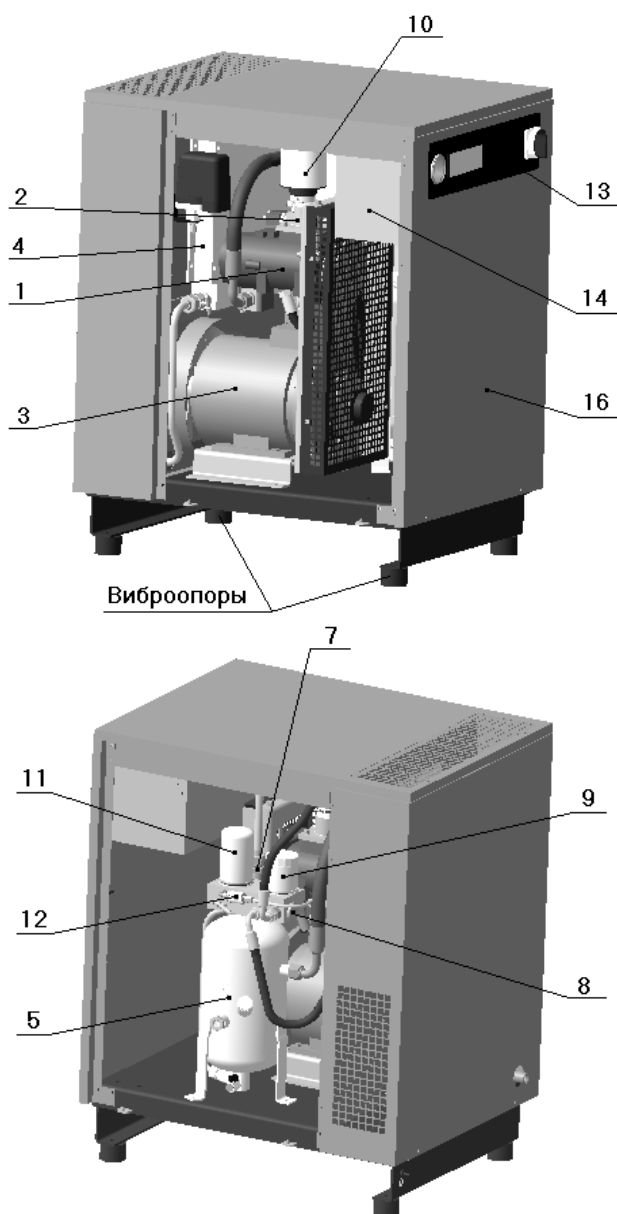
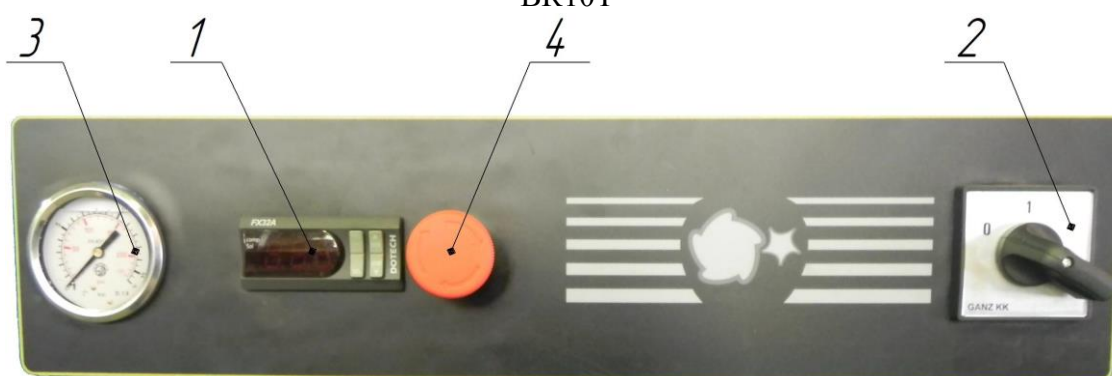
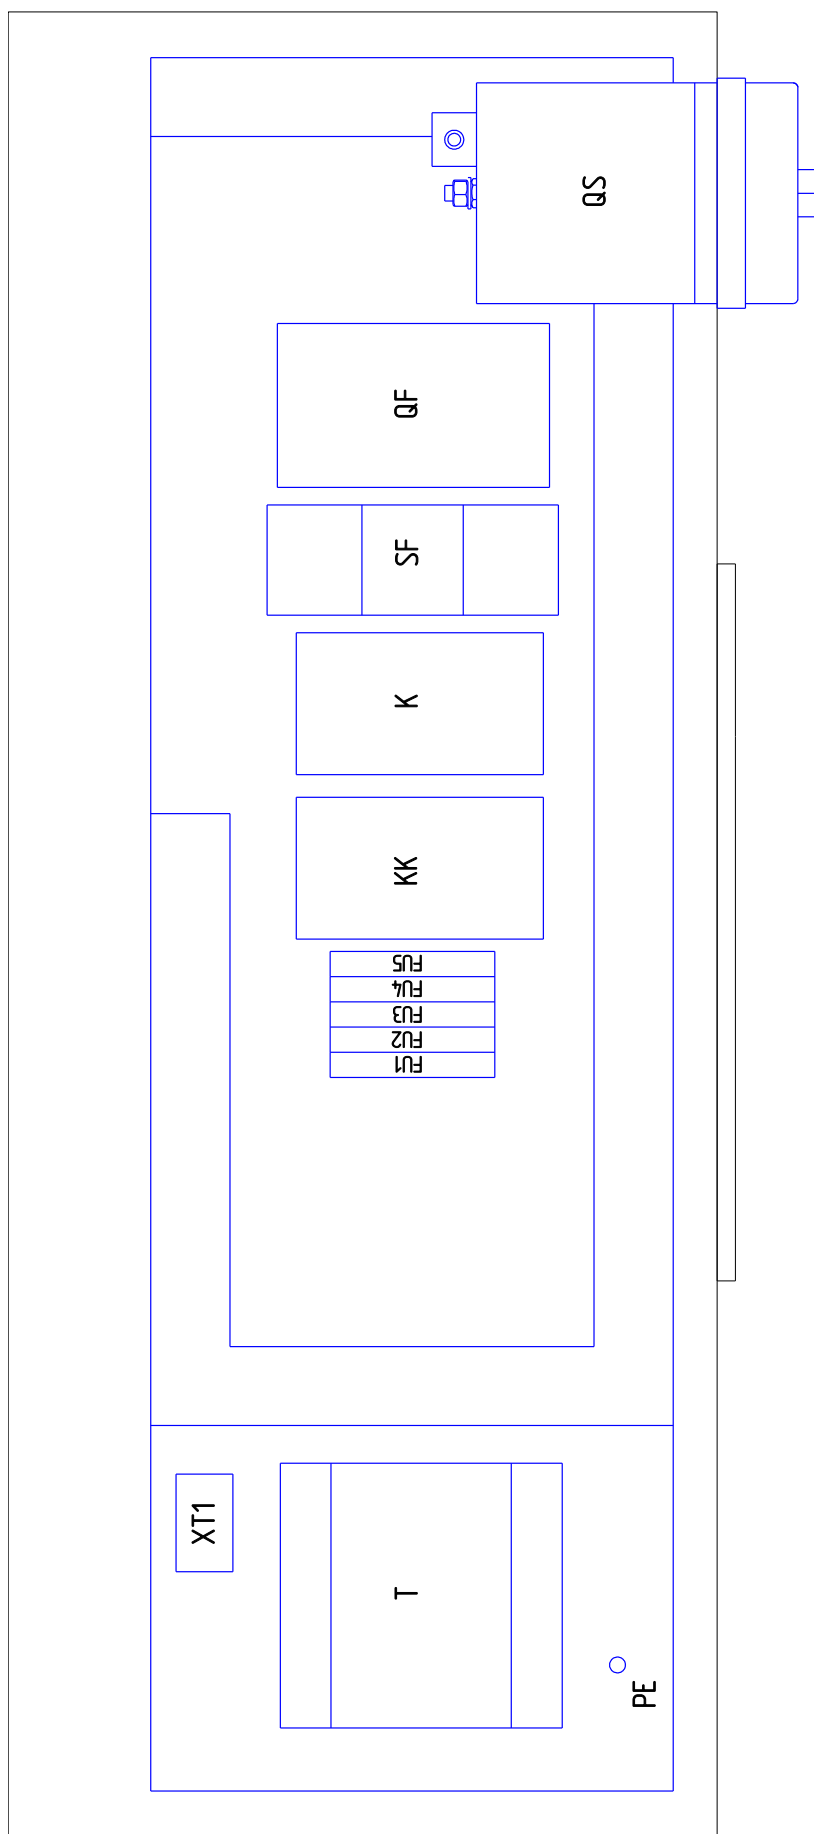

Рисунок 1 – Общий вид компрессорной установки ВК5Т-..., ВК7Т-..., ВК10Т-...
Рисунок 5
Рисунок 6 – Блок-схема платы монтажной BK5T, BK7T, BK10T
1 – Винтовой блок предназначен для выработки сжатого воздуха. Винтовые блоки, применяемые в компрессорных установках, приведены в таблице 3 (см. рисунок 1 или 2). В корпусе винтового блока расположены: винтовая группа, пропускные каналы для воздуха и масла, присоединительные фланцы.
2 – Клапан всасывающий (см. рисунок 1 или 3) воздушный выполняет функцию подачи воздуха в камеру сжатия и предотвращения выброса наружу сжатого воздуха и масла в момент останова установки при любом давлении подачи сжатого воздуха. Переключение клапана всасывающего в режим "ЗАГРУЗКА" или "ХОЛОСТОЙ ХОД" осуществляется при помощи клапана электромагнитного, который управляется программируемым контроллером от сигнала датчика давления.
3 – Электродвигатель (см. рисунок 1 или 2) предназначен для привода винтового блока.
4 – Воздушно-масляный радиатор (см. рисунок 1 или 2) односекционный выполняет функции охлаждения. Радиатор охлаждается проходящим через него потоком воздуха, который нагнетается вентилятором, установленным на втором конце вала электродвигателя привода установки.
5 – Маслосборник (см. рисунок 1 или 3) выполняет следующие функции:
7 – Клапан минимального давления (см. рисунок 1 или 3), установленный на линии нагнетания, предназначен для поддержания минимального давления в пределах 0,2...0,4 МПа внутри установки до тех пор, пока давление в распределительной сети не уравнивается с давлением внутри установки. Одновременно этот клапан выполняет функцию обратного клапана, блокируя установку от распределительной сети во время ее останова или работы на холостом ходу.
8 – Термостат (см. рисунок 1 или 3) состоит из запорного плунжера и термочувствительного глицеринового элемента, изменяющего направление потока масла в зависимости от температуры и смонтирован в корпусе, на котором также установлен фильтр масляный.
9 – Фильтр масляный (см. рисунок 1 или 3) неразборный изготовлен в металлическом корпусе. Он расположен в контуре смазки и предотвращает попадание твердых частиц на рабочие поверхности винтов и подшипников. Его замена необходима после выработки часов, указанных в разделе "ТО", а частота замены напрямую зависит от технического обслуживания воздушного фильтра и от качества масла.
10 – Фильтр воздушный (см. рисунок 1 или 2) впускной открытого типа. Функция воздушного фильтра - предотвращение попадания загрязняющих частиц в зону винтовой группы и систему смазки. Некачественное обслуживание воздушного фильтра приводит к уменьшению срока службы блока винтового.
11 – Фильтр-маслоотделитель (сепаратор) (см. рисунок 1 или 3) завершает операцию отделения масла от сжатого воздуха и обеспечивает остаточное содержание масла в сжатом воздухе не более 3 мг/м^3 . Пропускная способность фильтра-маслоотделителя зависит от качества масла и его рабочей температуры.
12 – Визуализатор возврата масла (см. рисунок 1 или 3) предназначен для визуальной оценки количества масла на возврате из фильтра-маслоотделителя. Масло, отделенное фильтром-маслоотделителем, возвращается в систему смазки установки. Функцией визуализатора является управление расходом возвратных потоков воздуха и масла. Визуализатор позволяет проверить эффективность работы фильтра-маслоотделителя и системы сепарации.
13 – Панель управления (см. рисунок 1 или 2). На лицевую сторону панели управления вынесены следующие органы управления (рисунок 5):
14 – Шкаф с электроаппаратурой (см. рисунок 1 или 2) представляет собой короб закрытого типа с установленной платой, на которой смонтирована пускорегулирующая аппаратура и устройства защиты (блок-схема см. рисунок 6), доступ к которым осуществляется путем демонтажа верхней панели корпуса и крышки шкафа.
16 – Корпус шумозащищенного исполнения (см. рисунок 1 или 2) служит для снижения уровня шума в рабочей зоне установки.
- 4) Плавкие предохранители - (см. рисунок 6) защита цепей управления и сигнализации;